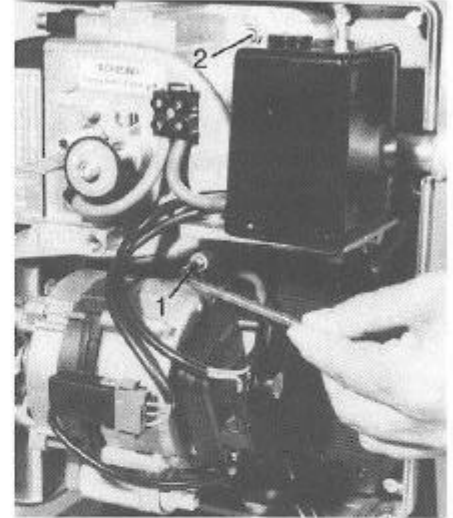

Abb. 19
- 2 Befestigungsschrauben (Abb. 19) mit 5-mm-Inbusschlüssel lösen